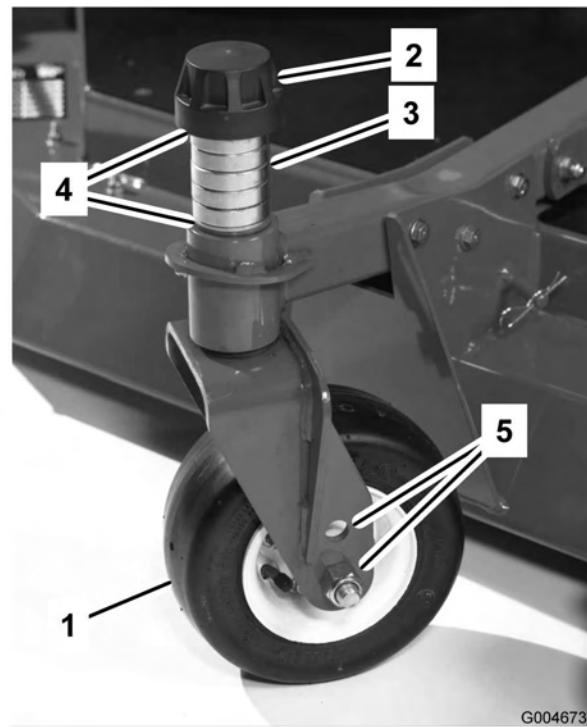

Figure 87
1. Enlevez le chapeau de tension de l'axe de pivot et sortez l'axe du bras pivotant (Figure 87). Repositionnez les cales pour éléver ou abaisser la roue pivotante, selon les besoins, et obtenir la bonne inclinaison.